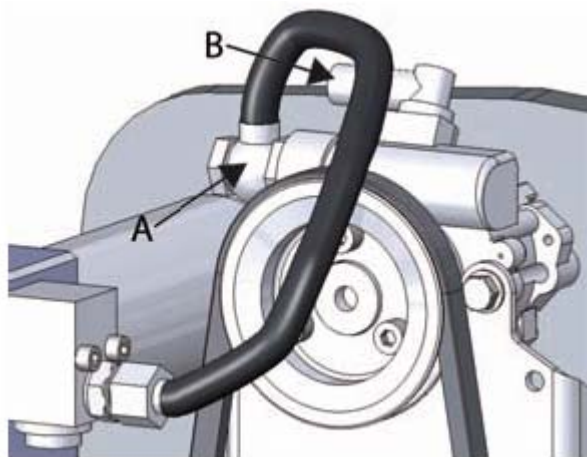

Figura 74. Tubi e pompa idraulica
1. Smontare il tubo di pressione olio (figura 74, punto A) ed il tubo di aspirazione (figura 74, punto B) e scaricare l'olio nel contenitore.
5. Collegare il tubo di pressione olio (figura 74, punto A) ed il tubo di ritorno (figura 74, punto B).